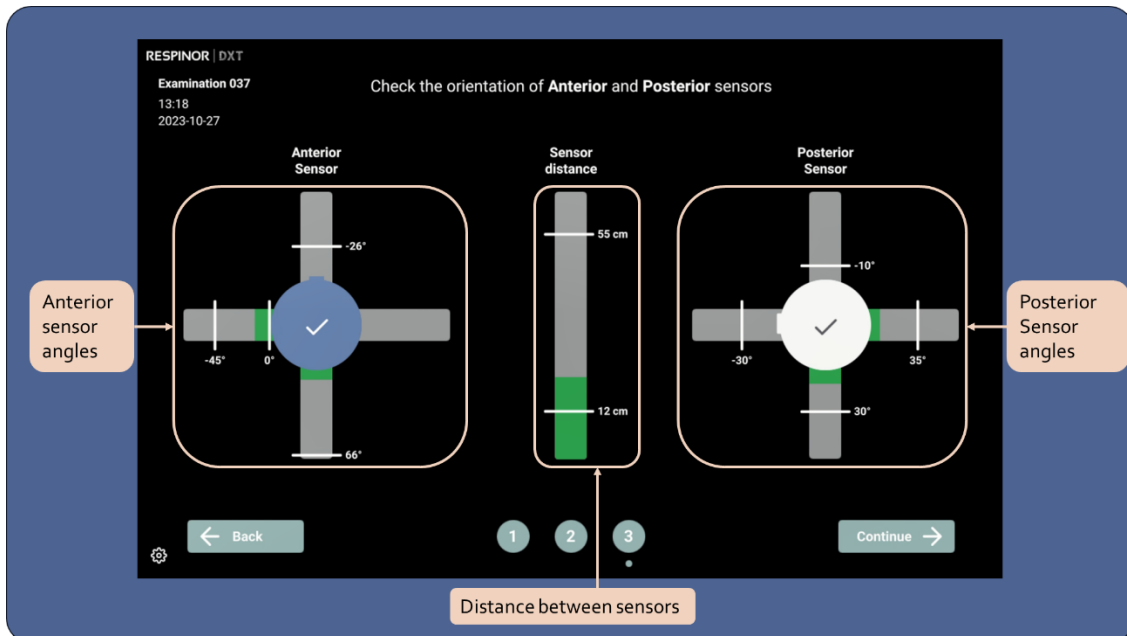

Figura 7. Ejemplo de orientación correcta de los sensores y distancia entre los sensores.
La pantalla interactiva de posicionamiento del sensor muestra los ángulos de los sensores anteriores y posteriores y la distancia entre ellos para ayudar en el posicionamiento preciso del sensor (Figura 7).
- Orientación y distancia correctas del sensor: los ejes son verdes y aparece un símbolo (✓) en la pantalla (Figura 7).